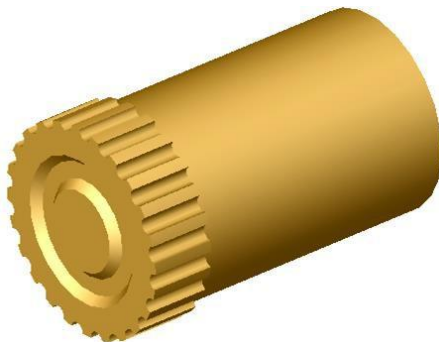

Рис. 3.1. Крышка
**Цель работы:** ознакомиться с приемами создания объемной модели вращением вокруг оси профиля, созданного в режиме эскиза, на примере моделирования крышки (рис. 3.1).